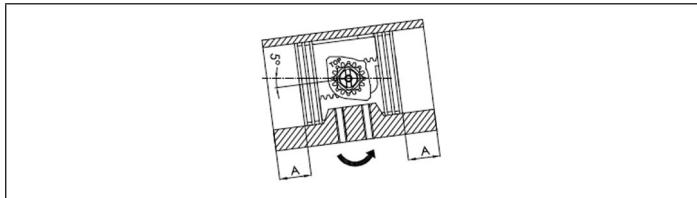

Bild 15: Maß A kontrollieren
- Bei vollständig zusammengefahrenen Kolben sicherstellen, dass die erreichte Drehung im Bezug zur Achse des Gehäuses etwas mehr als 0° beträgt und dass das Maß A auf beiden Seiten gleich ist (siehe Bild 15.):.